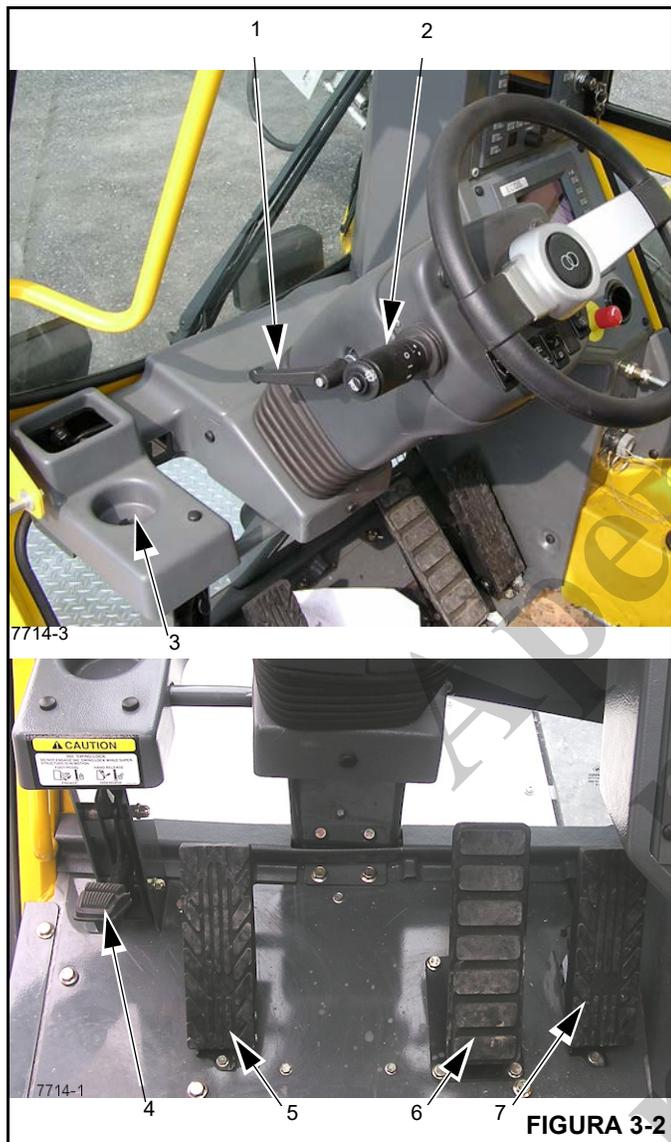

FIGURA 3-2
Consulte Figura 3-2.
Local para sustentar um recipiente de bebidas (3) (Figura 3-2).